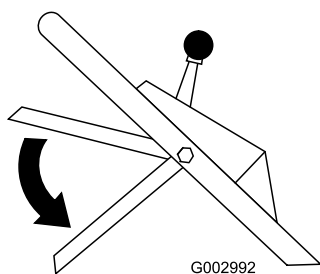

Figure 19
8. Sélectionnez la position la plus basse de la barre de commande (Figure 19).
2. Sélectionnez la position la plus basse de la barre de commande (Figure 19).
3. Sélectionnez la position la plus basse de la barre de commande (Figure 19).